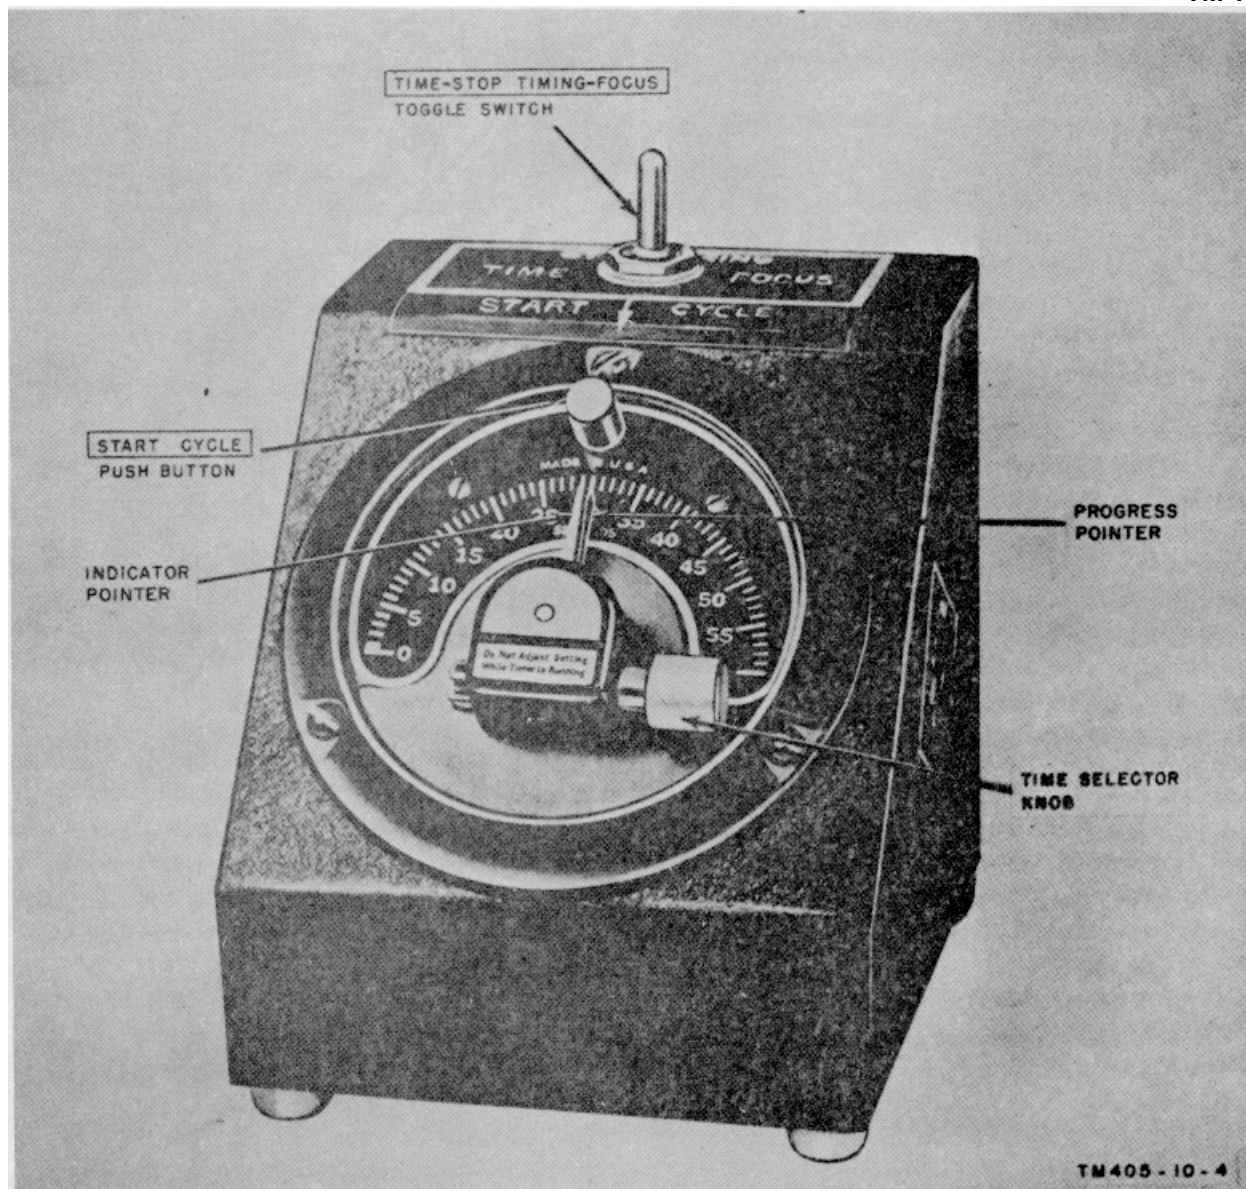

Figure 20. Interval Timer FN-5(1), front view.
d. Interval Timer FN-5(1) (fig. 20).